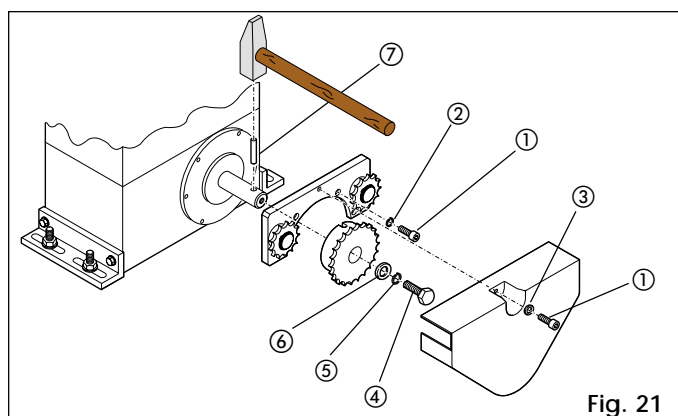
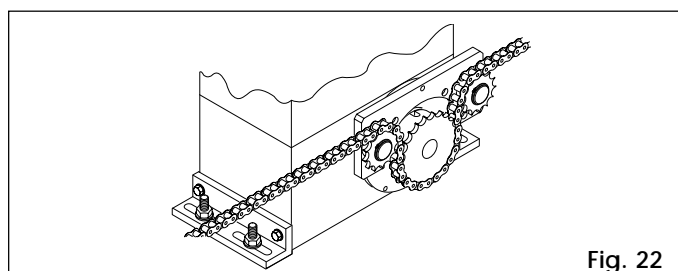

Fig. 21
Fig. 22
- Inserire la spina elastica ⑦ nell'albero utilizzando un martello.
- Applicare il pignone a catena sull'albero facendo coincidere le sedi del pignone sulla spina elastica e serrare la vite ④ e le apposite rondelle ⑤ e ⑥.
- Applicare sulla flangia del motoriduttore la staffa dei rinvii folli, togliendo le quattro viti superiori e sostituendole con le viti ① (TCE 5 x 12) e le rondelle ② del kit come indicato in Fig.21.
- Passare la catena come indicato in Fig.22 e montare il carter di copertura con le viti ① e le rondelle ③ di Fig.21.